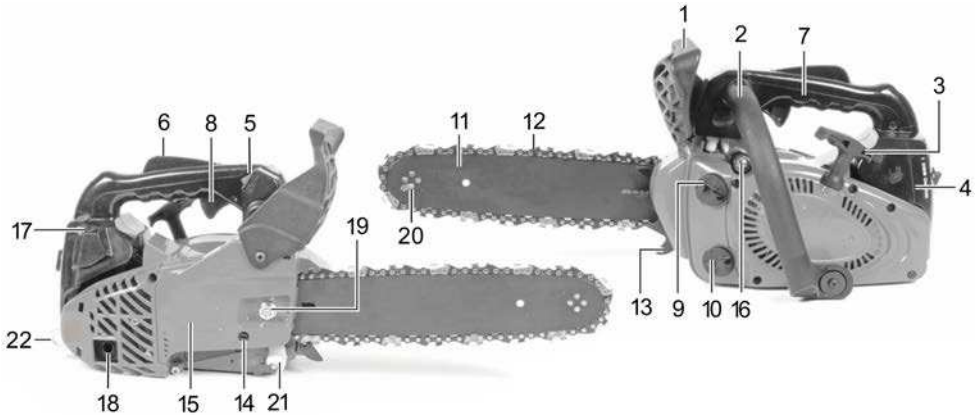
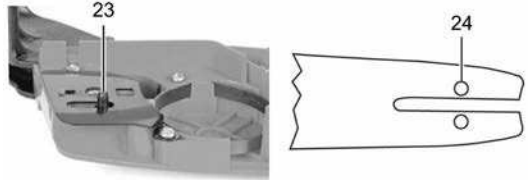

Рисунок 1
Рисунок 2
- Потягніть рукоятку гальма (1, рисунок 1) в бік передньої рукоятки (2, рисунок 1), щоб переконатися, що гальмо ланцюга вимкнено.
- Відгвинтіть гайку (19, рисунок 1), що фіксує кришку зчеплення (15, рисунок 1), та зніміть її.
- Відрегулюйте гвинт натягу ланцюга (14, рисунок 1) на боковій частині кришки зчеплення таким чином, щоб штифт натягу ланцюга (23, рисунок 2) сумістився з відповідним отвором напрямної шини (24, рисунок 2). При цьому отвір на кришці зчеплення повинний збігатися з напрямним гвинтом.
- Вставте штифт механізму натягу ланцюга (23, рисунок 2) в спеціальний отвір на напрямній шині та одягніть кришку зчеплення. Вручну нагвинтіть гайку фіксації кришки зчеплення (19, рисунок 1).
- Обертаючи гвинт натягу ланцюга (14, рисунок 1) за годинниковою стрілкою, натягніть ланцюг до тих пір, поки він не буде щільно прилягати до нижньої сторони напрямної шини. Перевірте натяг, потягнувши ланцюг вгору.
- Утримуючи вістря напрямної шини у верхньому положенні, затягніть гайку (19, рисунок 1), яка фіксує кришку зчеплення, свічним ключем із комплекту поставки.
При кожній заправці паливом обов'язково перевіряйте та доливайте оливу для змащування ланцюга. Горловина масляного бака (10, рисунок 1) для заправлення оливою для ланцюга позначена відповідним зображенням. Рекомендовано використовувати тільки спеціальну оливу для ланцюгів. Олива для ланцюгів значно знижує тертя та нагрів ланцюга і напрямної шини, полегшує їх очищення від стружки та пилу, надійно захищає від корозії та придатна до всесезонного використання.
- Перевірте, щоб гальмо ланцюга (1, рисунок 1) правильно функціонувало (увімкнене – важіль захисного пристрою (1) переведений уперед (убік пиляльної гарнітури), вимкнено – важіль переведений назад (убік рукоятки)).
- Вимикач запалювання (5, рисунок 1) переведіть в положення «Увімкнено» («I», «ON»).
- Витягніть ручку повітряної заслінки карбюратора (17, рисунок 1).
- Декілька разів натисніть на праймер (паливний насос 16, рисунок 1), доки він частково не заповниться паливом. Праймер, заповнений паливом більше половини, свідчить, що до карбюратора надійшло паливо.
- Візьміться за передню рукоятку бензопили (2, рисунок 1) лівою рукою. Поставте бензопилу на землю, наставивши правою ногою на нижній бік задньої рукоятки (7, рисунок 1). Повільно потягніть шнур стартера рукояткою (3, рисунок 1), поки храповик не увійде в зачеплення, після цього швидко і різко смикніть його.
- Натисніть на ручку повітряної заслінки (17, рисунок 1), посунувши її в сторону корпусу бензопили.
- Переведіть вимикач запалювання (5) в положення «Увімкнено» («I», «ON»).
- Витягніть ручку повітряної заслінки карбюратора (17) в проміжне положення (повітряна заслінка закрита наполовину).
- Візьміться за передню рукоятку бензопили (2) лівою рукою. Поставте бензопилу на землю, наступивши правою ногою на нижній бік задньої рукоятки (7, рисунок 1). Повільно потягніть шнур стартера рукояткою (3, рисунок 1), поки храповик не увійде в зачеплення, після цього швидко і різко смикніть його.